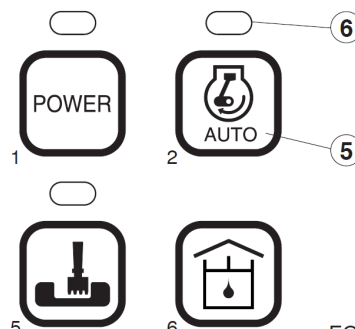

Рис. 52
3. На активацию этой функции указывает горящий светодиод (**6**, рис. 52). Отключение этой функции осуществляется повторным нажатием кнопки выбора режима автоматического холостого хода (**5**, рис. 52). При этом светодиодный индикатор гаснет.